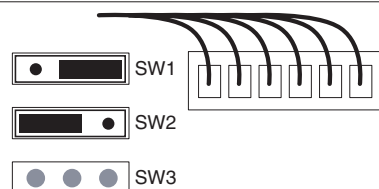

Fig. 4
- régler les switches SW1 et SW2 comme indiqué ci-dessous (fig. 4)